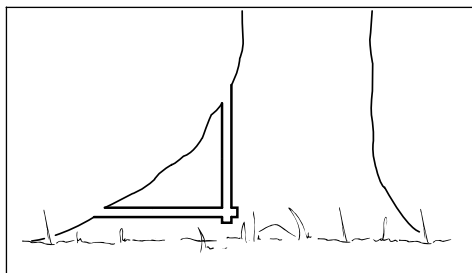

Рис. 14
- подпилить большие прикорневые наплывы: первым должен подпиливаться наибольший корневой наплыв – сначала вертикально, затем горизонтально – только у здорового дерева (рис. 14).